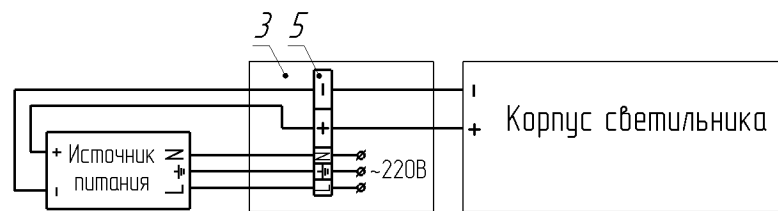

Рисунок 2 - Схема подключения светильников ДПУ39
5.3 Для подключения светильника к сети снять крышку распределительной коробки (поз.3), отвернув четыре самореза, в случае необходимости, для получения доступа к коробке, снять универсальную скобу (поз.1). Ввести сетевой кабель диаметром 5 – 10 мм через сальниковый ввод АG16 (поз.4), и подключить к клеммной колодке (поз.5), согласно схеме (рисунок 2) предварительно зажав их пластмассовой стяжкой (поз.6). Заземляющий провод подсоединить к клемме, имеющей знак заземления Затянуть гайку сальника АG16 с усилием обеспечивающем герметичность. Установить крышку коробки, затянуть четыре самореза, установить (в случае необходимости) универсальную скобу в требуемое положение.